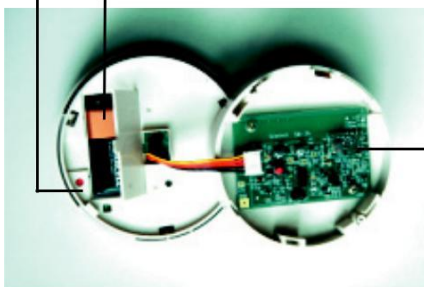

Abb.: 3
2. Lösen den unteren Gehäuseteil wie laut Abb.: 3.
3. Öffnen Sie das Batteriefach wie laut Abb.: 3 und setzen Sie die 9V Batterie ein.